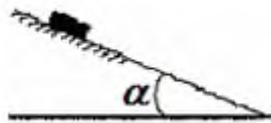

Рисунок 26
2. По наклонной плоскости из состояния покоя начинает скользить тело массой $m = 1$ кг (рисунок 26). Коэффициент трения скольжения $f = 0,1$.